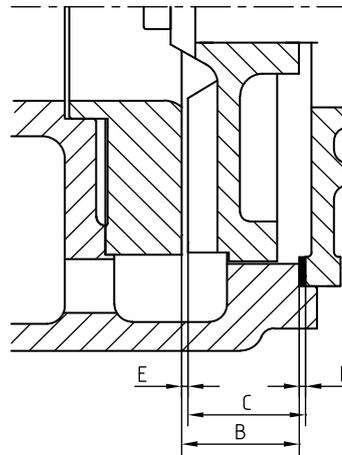

Figura 13: Tolleranza tra girante e piastra di usura di consumo.
- 3 Misurare la distanza B tra la piastra di usura di consumo e il corpo pompa, vedere la figura 13.
- 4 Misurare la distanza C tra la girante e la piastra di usura di consumo, vedere la figura 13.